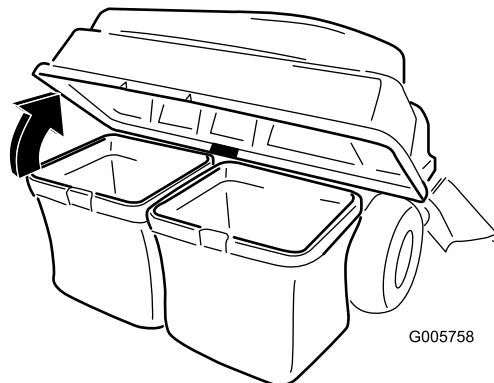

Bild 22
3. Heben Sie die Abdeckung des Heckfangsystems an (Bild 22).